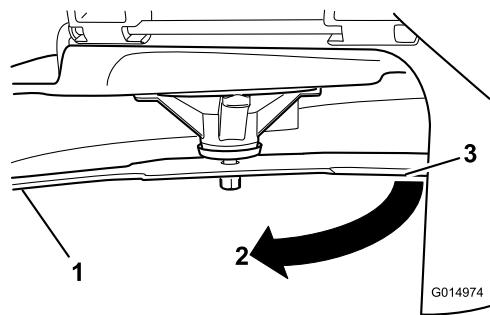

Figura 116
- 3. Distancia medida entre la cuchilla y la superficie (A)
- 4. Gire la misma cuchilla 180 grados de manera que el otro extremo esté en la misma posición (Figura 116).